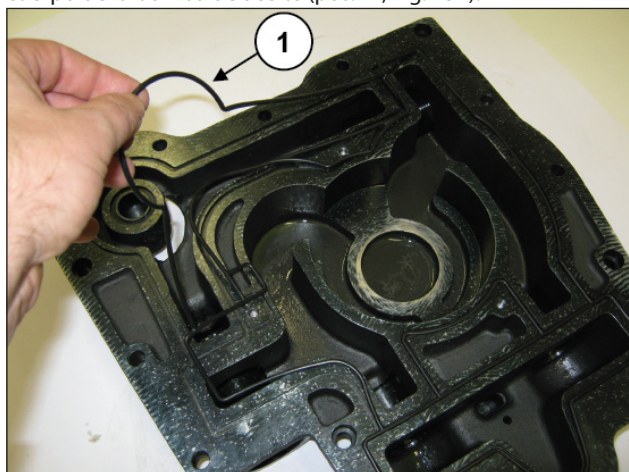

Fig. 151
Introducir la junta tórica perfilada en el alojamiento del cuerpo de la bomba de aceite (pos. ①, Fig. 151).